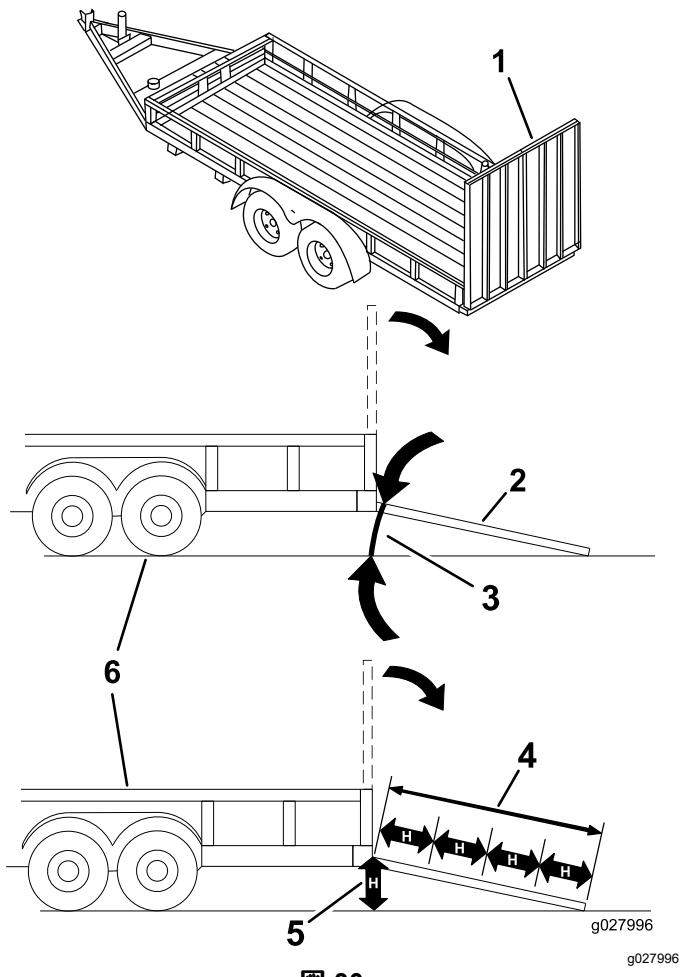

図 30
マシンをトレーラなどに搭載する作業は、機体を転倒させる危険をはらんでおり、万一そのような事故が起こると死亡事故など重大な人身事故となる図 30。
3. 歩み板を降ろす板と地面との角度が15°以下となるようにすること図 30。
1. 歩み板を降ろす板と地面との角度が15°以下となるようにすること図 30。